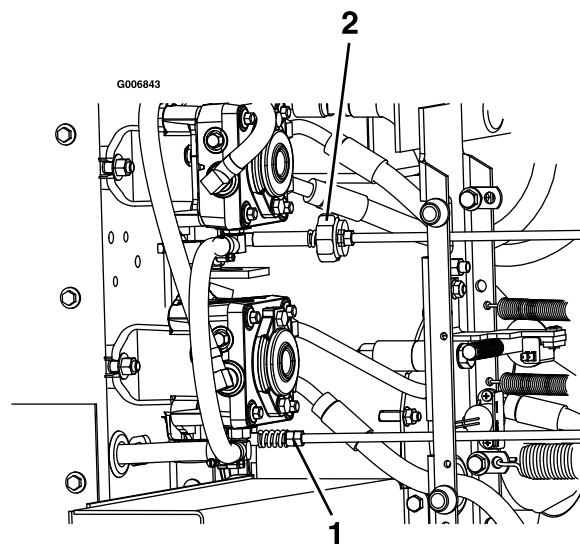

Figura 66
9. Para obtener la posición de PUNTO MUERTO, ajuste los acoplamientos izquierdo y derecho de las varillas de control de la bomba, que conectan el control de dirección a los brazos de control de la bomba, hasta que las ruedas se detengan o se muevan ligeramente hacia atrás (Figura 66).
11. Ajuste el acoplamiento derecho de la bomba con una llave para girar las tuercas dobles en el conjunto (Figura 66).